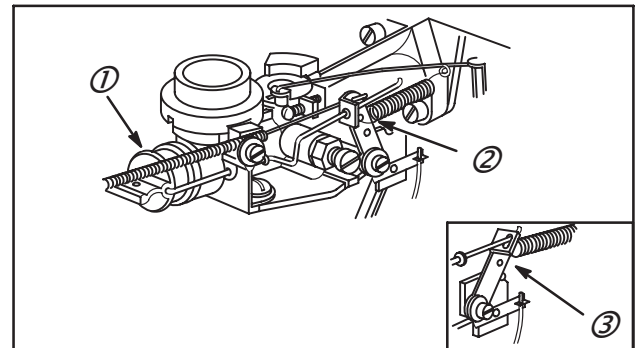

Fig. 20
Contact d'arrêt en position STOP (3), vue détaillée Fig. 20.